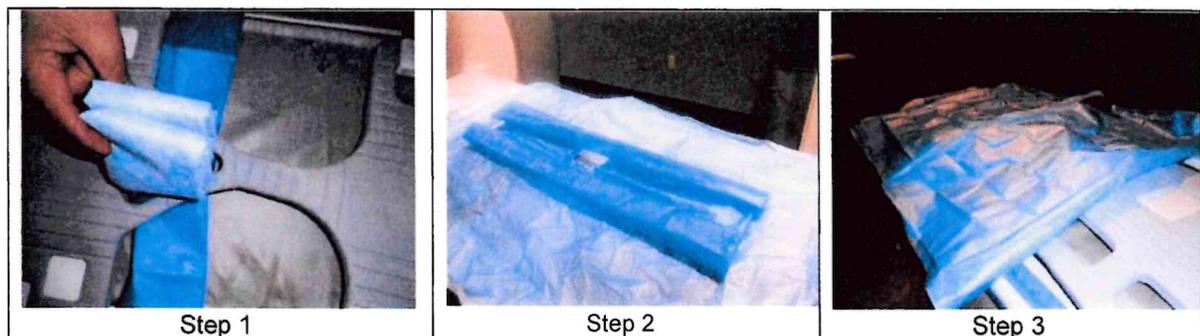

Figure 8 : Montage de la doublure chirurgicale (champ de rideau).
- 2) Retirez une nouvelle doublure de l'emballage et placez la doublure, encore pliée, sur la table avec le côté brillant vers le bas. Tirez le côté coton de la doublure à travers l'ouverture de la sonde au centre de la bobine (Figure 8, étape 1), en laissant le côté brillant de la bobine rester sous la bobine. Dépliez la doublure (Figure 8, étape 2), en veillant à la longueur de la bobine. Tendez la main sous la bobine et dépliez également le côté de la doublure (Figure 8, étape 3).